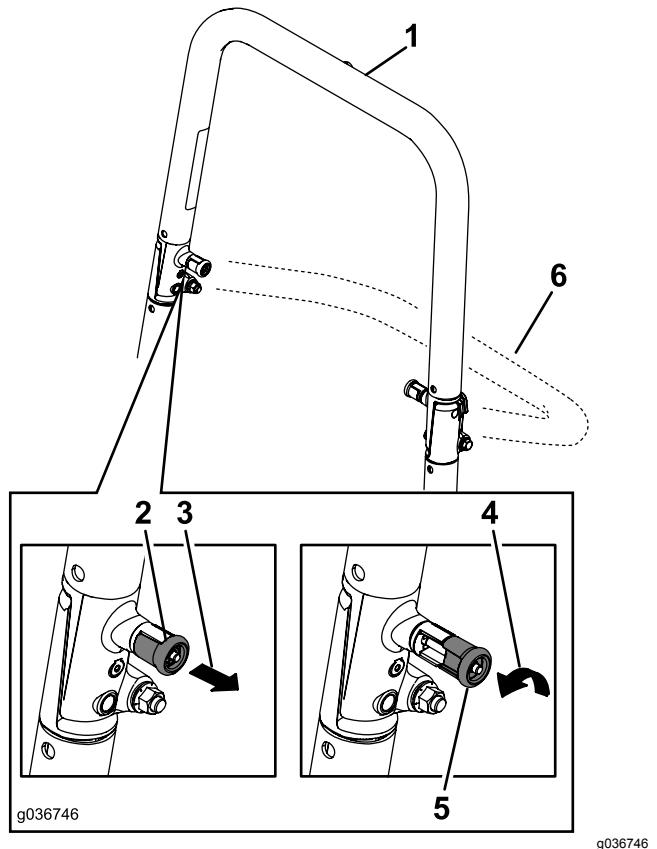

図 9
2. 左右のノブを両方とも引き出し、90度回転させると外れる図 9。
3. バーを降ろす(図 9)。
4. ROPSを立てる際には、まずROPSを立て、次にノブを回して溝に半分掛かった状態にする図 9。
5. 次にROPSを完全に立てて上部バーを押えながら穴を整列させると、ピンがひとりでに中にはまる図 9。